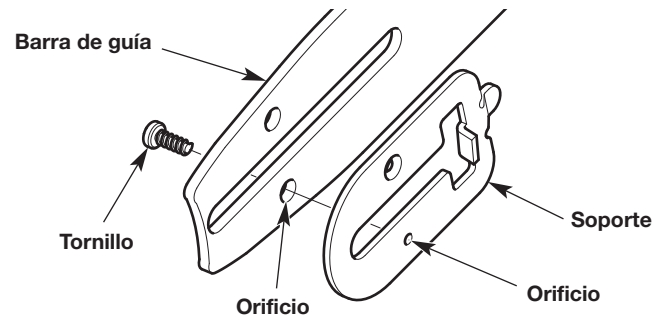

Fig. 43
5. Utilice un pequeño destornillador Phillips para quitar el tornillo que sostiene el soporte en la barra de guía (Fig. 43).
1. Coloque el soporte en la barra de guía (Fig. 43). Se debe alinear el orificio del soporte con el orificio de la barra de guía (Fig. 43). Inserte el tornillo en los orificios alineados (Fig. 43). Ajuste el tornillo con un destornillador Phillips pequeño.